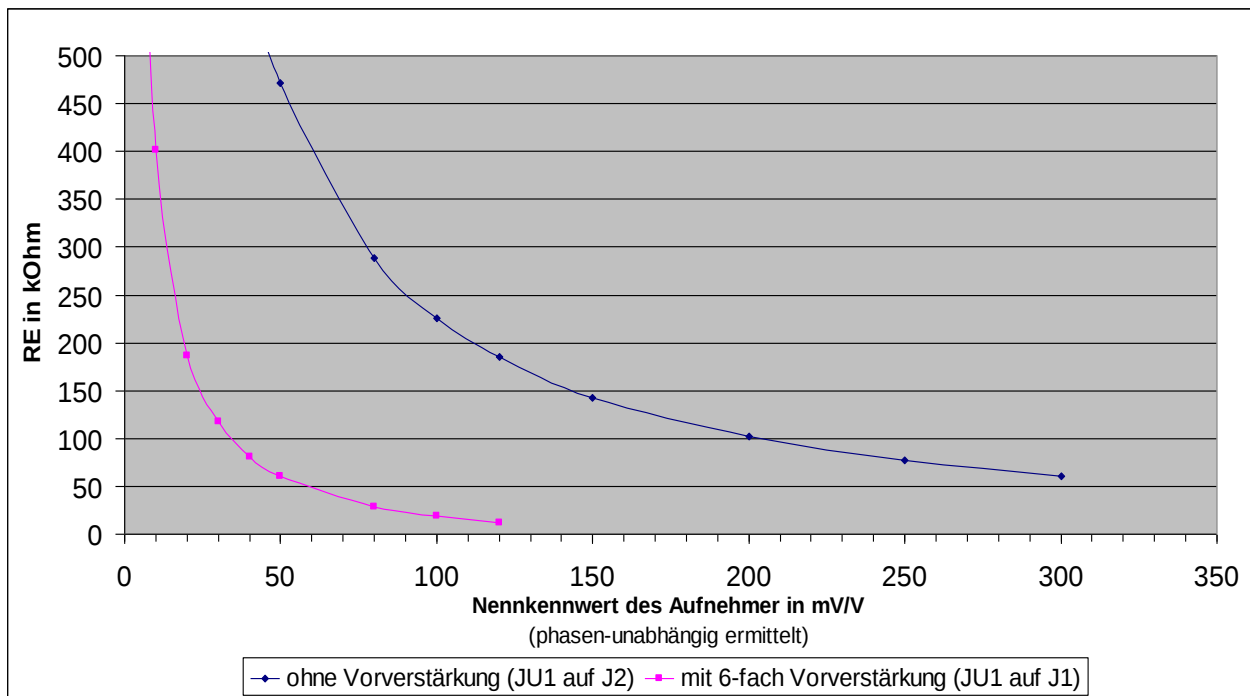

Abbildung 21 Ermittlung von R_E in Abhängigkeit vom Nennkennwert des eingesetzten Aufnehmers (für Standard-Ausgangsbereich des Messverstärkers)
- Nach Ein- bzw. Ausschalten des Vorverstärkers muss ein geeigneter Festwiderstand R_E eingelötet werden. Entnehmen Sie den benötigten Wert für R_E aus der Abbildung 21 und löten Sie einen entsprechenden Festwiderstand auf die Lötstützpunkte für R_E .
In den genannten Sonderfällen kann der Festwiderstand R_E nicht aus der Abbildung 21 abgelesen werden; er muss praktisch ermittelt werden.